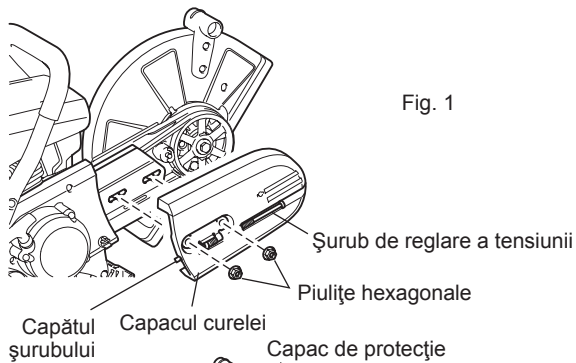

Fig. 1
- (1) Slăbiți piulița de strângere și rotiți șurubul de reglare a tensiunii la stânga, până când capătul șurubului devine vizibil. (Fig. 1)
- (2) Demontați piulițele de strângere și scoateți capacul curelei. (Fig. 1)